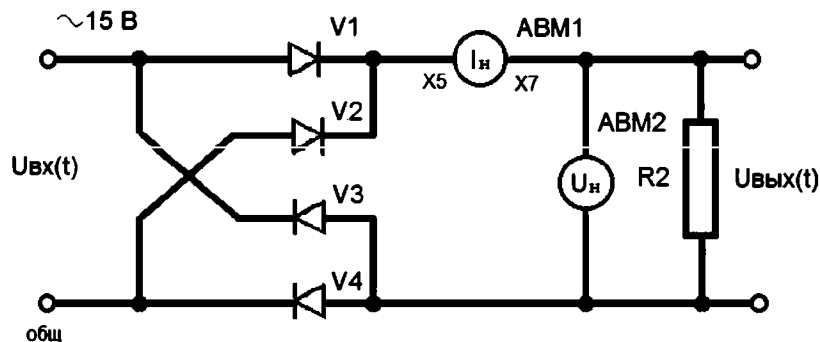

Рис. 2.37. Мостовая схема двухполупериодного выпрямителя
1. Установить на лабораторном стенде 87Л-01 плату № 9 и собрать схему (рис. 2.37) с помощью съемных элементов V1-V4 (диоды КД103А), резистор R2 (300 Ом), перемычка; подключить миллиамперметр АВМ1, вольтметр АВМ2. Получив разрешение преподавателя, подключить питание к схеме.